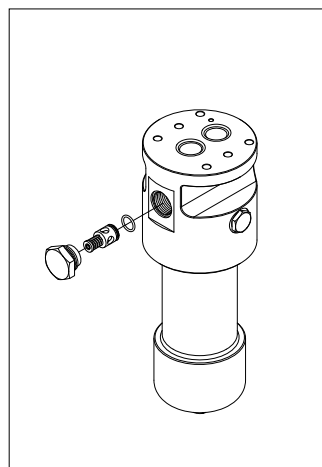

fig. 33
- (Fig. 33) Sostituire gli O-ring del bypass